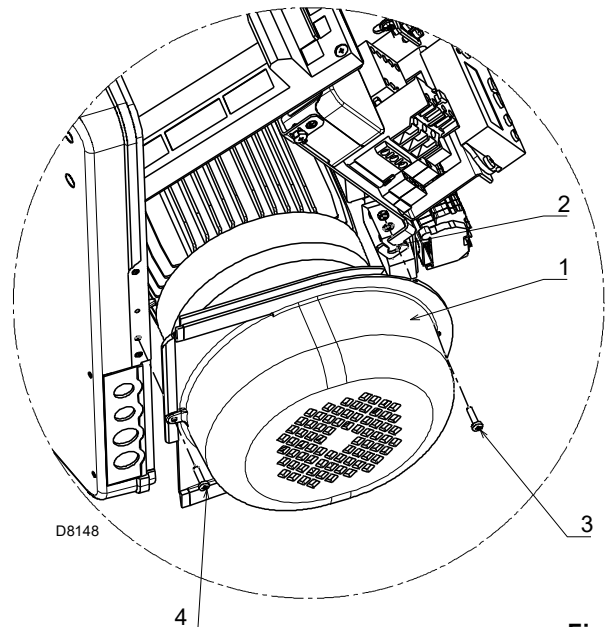

Fig. 21
- fixer la protection du moteur fournie 1)(Fig. 21), sur la bride 2), en utilisant les vis appropriées 3), les écrous et les rondelles.